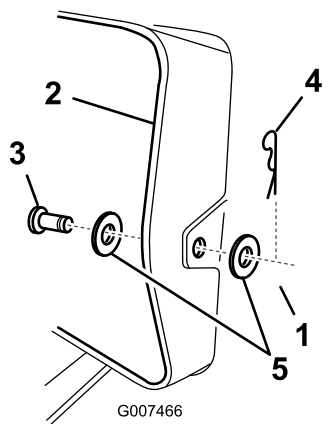

Figure 17
7. Relevez le bac à herbe et retirez la goupille fendue, les 2 rondelles et l'axe de chape qui fixent le tube d'éjection à la plaque arrière (Figure 17).
7. Relevez le bac à herbe et retirez la goupille fendue et l'axe de chape qui fixent le tube d'éjection à la plaque arrière (Figure 17).
13. Relevez le bac à herbe et remettez l'axe de chape et la goupille fendue qui fixent le tube d'éjection à la plaque arrière (Figure 17).